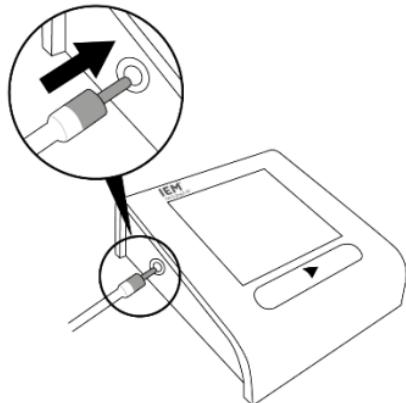

Abb. 7: Luftschauch einstecken
1. Stecken Sie den Luftschauchanschluss in die Luftschauchbuchse auf der linken Seite des Blutdruckmessgeräts und stellen Sie das Blutdruckmessgerät auf den Tisch (siehe Abb. 7).